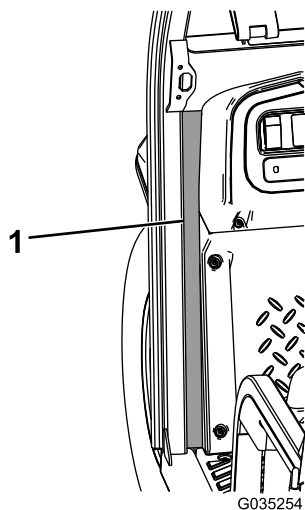

Рисунок 15
11. Удалите защитные слои с самоклеящихся поверхностей правого переднего и левого переднего уплотнителей из пеноматериала и приклейте уплотнители к машине (Рисунок 15).